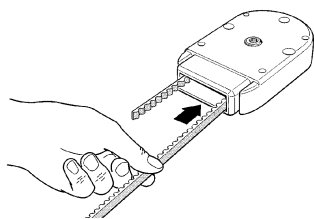
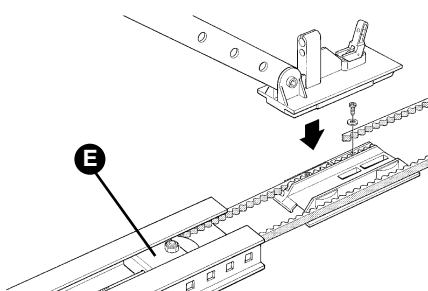

Figura 28
Figura 29
- 3** Fare passare l'estremità libera della cinghia attraverso la testata, come in figura 28, e fissarla al carrello tramite le viti e rondelle già presenti come in figura 29. Fate attenzione alla posizione della cinghia: deve essere con i denti rivolti verso l'interno, dritta e senza attorcigliamenti.